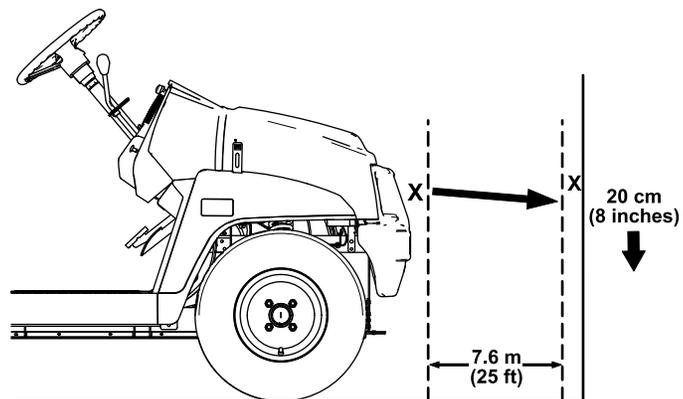

Рисунок 44
- Припаркуйте машину на ровной горизонтальной поверхности; фары должны находиться приблизительно на расстоянии 7,6 м от стены (Рисунок 44).
Самая яркая часть луча фары должна быть на 20 см ниже отметки, нанесенной на стене (Рисунок 44).